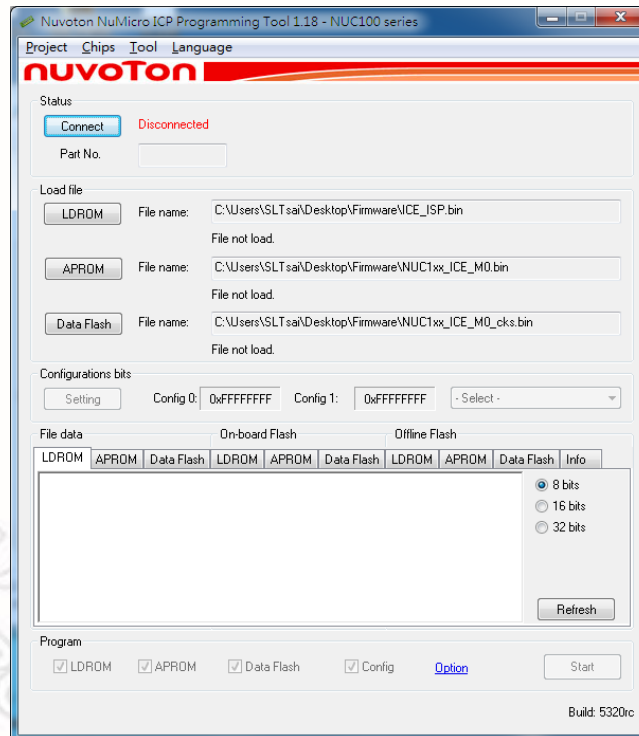

Figure 4-4 ICP Tool 主窗口
Step 3: 在 ICP Tool 主窗口, 在没有接上 Nu-Link Adapter 时, “connection” 状态为 “Disconnected”。参见 Figure 4-4.